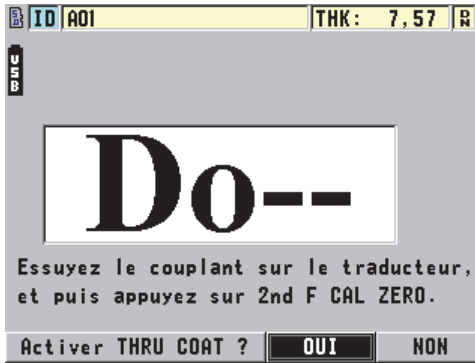

Figure 6-6 Ouverture de la boîte de dialogue de la fonction THRU COAT
4. Appuyez sur les touches **[2nd F]**, **[CAL ZERO]** (**Do ZERO**) [voir la Figure 6-6 à la page 93].